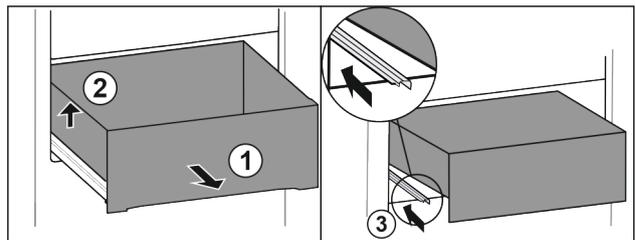

Fig. 34
► Tirer le tiroir jusqu'en butée. Fig. 34 (1)
► Soulever le tiroir sur la gauche. Fig. 34 (2)
► Rentrer le rail de gauche. Fig. 34 (3)